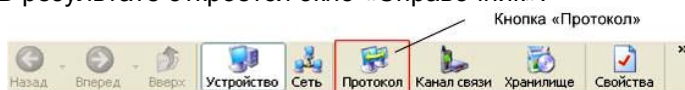

Рисунок 4.7 – Кнопка «Протокол» на панели инструментов
4.7 Нажмите на панели инструментов кнопку «Протокол» (меню «Справочник -> Протокол обмена») (рисунок 4.7). В результате откроется окно «Справочник».